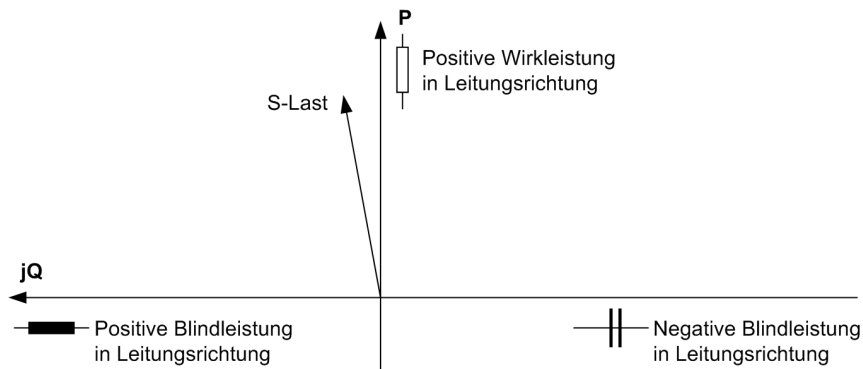

Bild 3-27 Lastscheinleistung
- Am Gerät selber oder in DIGSI® kann man sich an Hand der Leistungsmesswerte überzeugen, dass diese der Leistungsrichtung entsprechen (Bild 3-27):